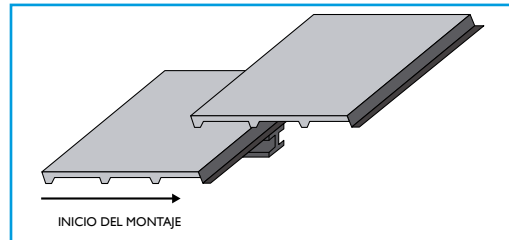

Fig. 8
4.4.1 Identificar el punto de partida de la instalación (planos vs estructura en sitio vs plomo indicados en planos). (fig. 8)